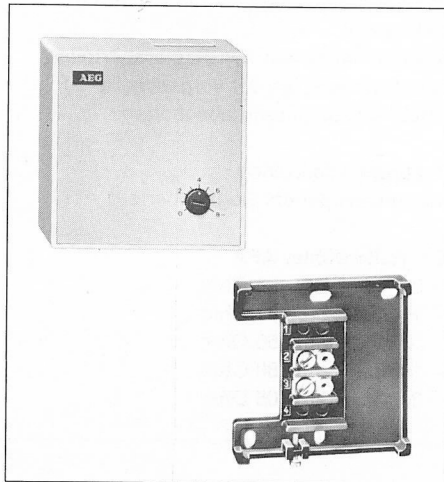

Bild 10 Raumfühler RFN
4.2.4 Raumfühler RFN (Bild 10)